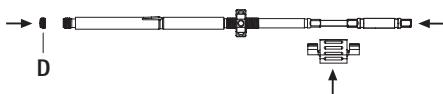

Fig. 12
- ▶ Insérer le tournevis dans la douille intérieure, sécuriser avec l'espacer et ficher la vis de verrouillage D, voir Fig. 12.